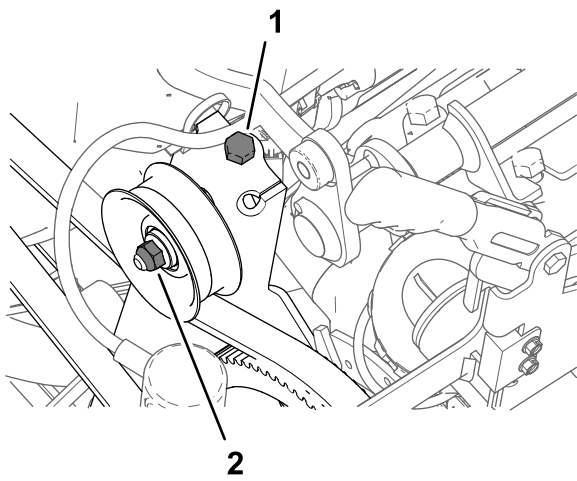

Figure 177
1. Desserrez l'écrou de l'axe de la poulie de tension (Figure 177).
2. Tournez le boulon de tension de courroie pour détendre complètement la courroie de la pompe de pulvérisation (Figure 177).